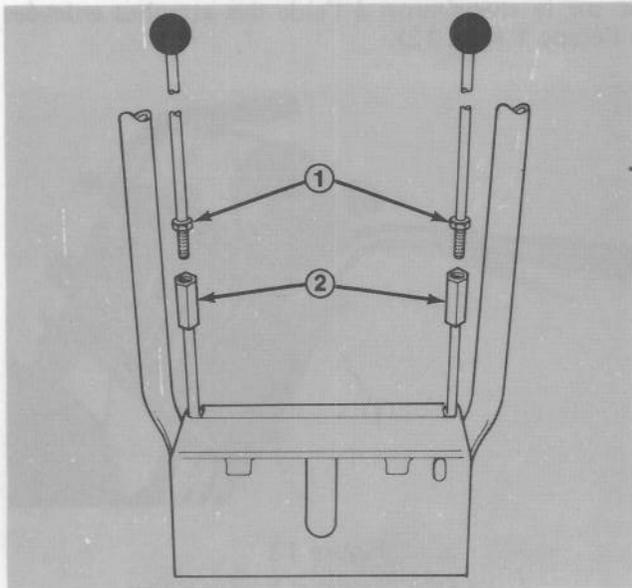

Figure 6
2. Vissez à fond (Fig. 6) les écrous de blocage ou d'arrêt sur les tiges d'embrayage des roues, puis vissez les tiges dans leurs raccords (Fig. 6) jusqu'à ce que les tiges du haut touchent les tiges du bas dans les raccords. Ensuite, enfoncez solidement les écrous de blocage sur le haut des raccords.